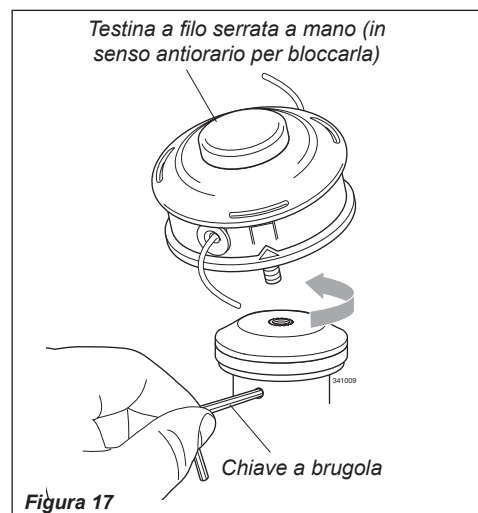

Figura 17
4. Con la chiave a brugola utilizzata per fissare il supporto A, installare e serrare a mano la testina a filo (in senso antiorario per bloccarla). Vedere Figura 17.